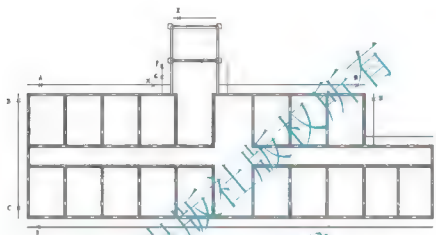
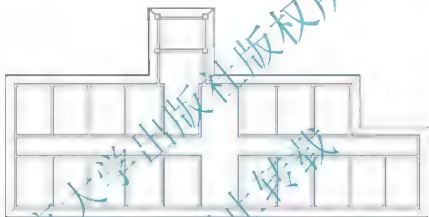

图 2.63 外墙外边线向外偏移 900mm
图 2.65 绘制坡面交界线
将外墙的外边线向外偏移 900mm, 如图 2.63 所示。之后需要对散水线的阴阳角进行修角处理。
① 在选择第一个对象或 [放弃(U)/多段线(P)/半径(R)/修剪(T)/多个(M)]: 提示下, 拾取图 2.63 中的散水线 A 处。
② 在选择第二个对象, 或按住 Shift 键选择要应用角点的对象: 提示下, 拾取散水线 B 处。
(2) 按 Enter 键重复【圆角】命令, 修改 C 和 D 处、E 和 F 处、G 和 H 处, 结果如图 2.65 所示。
(2) 按 Enter 键重复【倒角】命令, 修改其他阴角和阳角处, 并绘制坡面交界线, 结果如图 2.65 所示。